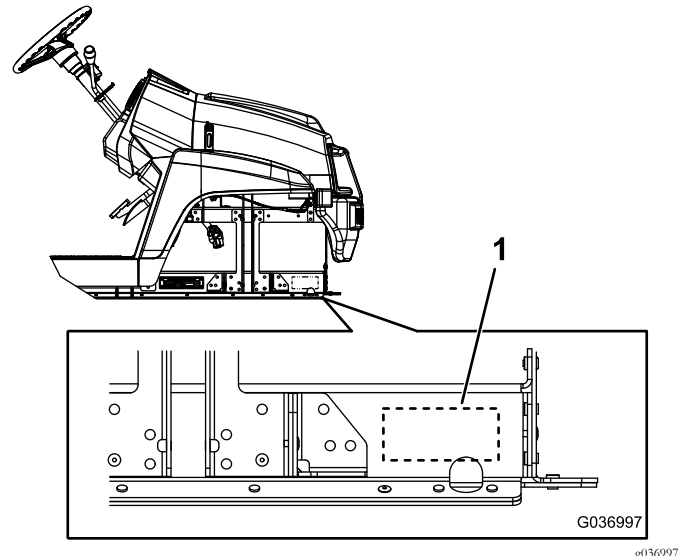

Figura 10
2. Estampar el número de serie de la máquina en la posición indicada en Figura 10.